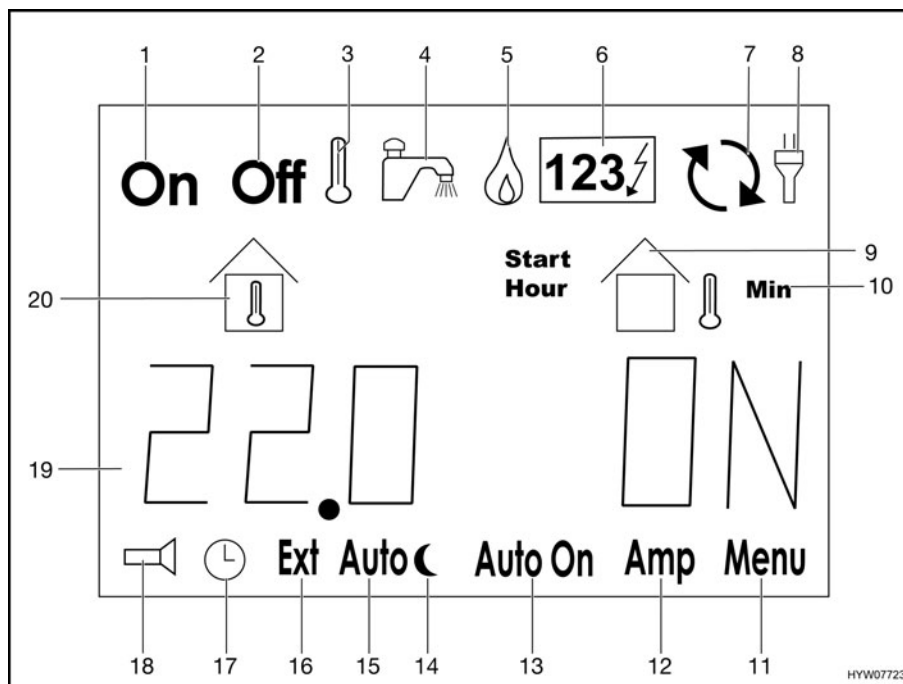

Fig. 106 Affichage ACL
Dans la ligne information (Fig. 106,19), sont indiqués sous forme de texte les informations de températures, de temps et d'états de fonctionnement, ainsi que les messages d'erreur.
- Appuyer sur la touche "▷" (Fig. 105,4) jusqu'à ce que le symbole "🔥" (Fig. 106,5) clignote.
- Appuyer sur la touche "▷" (Fig. 105,4) jusqu'à ce que le symbole "123/7" (Fig. 106,6) clignote.
- Appuyer sur la touche "▷" (Fig. 105,4). Le symbole "Off" (Fig. 106,2) clignote.
- Appuyer sur la touche "+/On" (Fig. 105,3). Le symbole "On" (Fig. 106,1) clignote. Le chauffage se met en marche automatiquement.
- Appuyer sur la touche "▷" (Fig. 105,4). Le symbole "On" (Fig. 106,1) clignote.
- Appuyer sur la touche "-/Off" (Fig. 105,5). Le symbole "Off" (Fig. 106,2) clignote. Le chauffage s'éteint.
- Appuyer sur la touche "▷" (Fig. 105,4) jusqu'à ce que le symbole "Menu" (Fig. 106,11) clignote.
- Quand "OFF" est affiché dans la ligne information (Fig. 106,19), appuyer sur la touche "▷" jusqu'à ce que "PU" soit affiché.